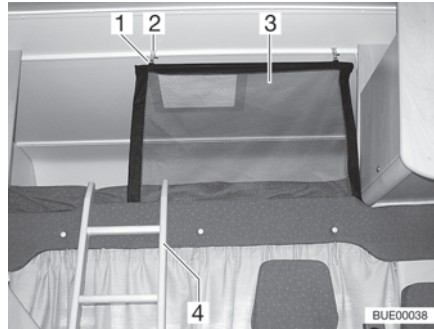
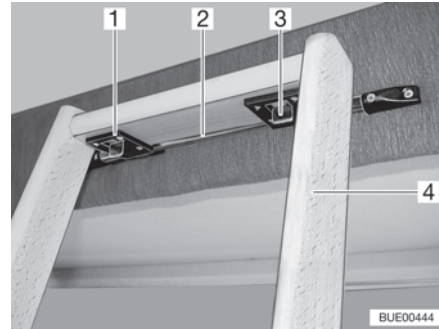

Fig. 100 Lit de capucine
Fig. 101 Echelle de montée, dispositif de verrouillage
**Echelle de montée** Toujours monter sur le lit de capucine avec l'échelle de montée (Fig. 100,4 et Fig. 101,4) de série.
- Accrocher l'échelle avec les deux crochets (Fig. 101,1) à la barre (Fig. 101,2) sur le bandeau du lit de capucine.
- Pousser les deux dispositifs de verrouillage (Fig. 101,3) vers l'avant.
**Filet de sécurité** Le filet de sécurité (Fig. 100,3) de série est rangé entre le matelas et le sommier à lattes. Ne tendre le filet de sécurité qu'une fois que les personnes se trouvent dans la capucine.
- Accrocher le support (Fig. 100,1) dans les œillets du plafond (Fig. 100,2).